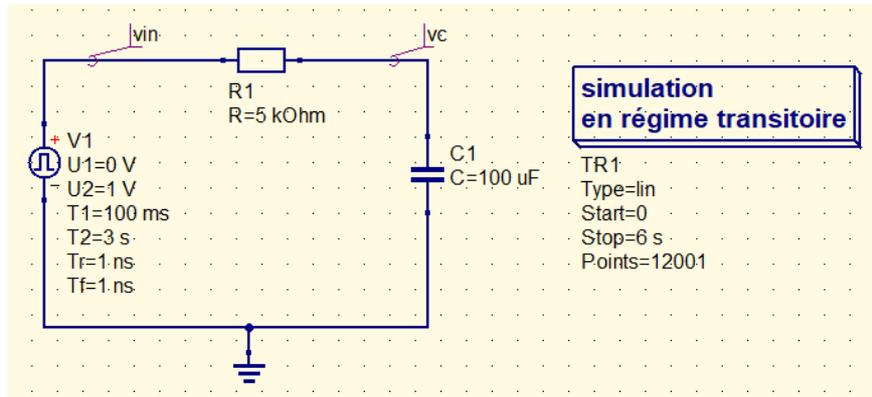

Figure 8 : Schématique Simulation en Régime Transitoire
- 5.1.2. Placez les éléments passifs (résistance, condensateur) et la masse dans votre circuit et modifiez leurs paramètres comme le montre la Figure 8.